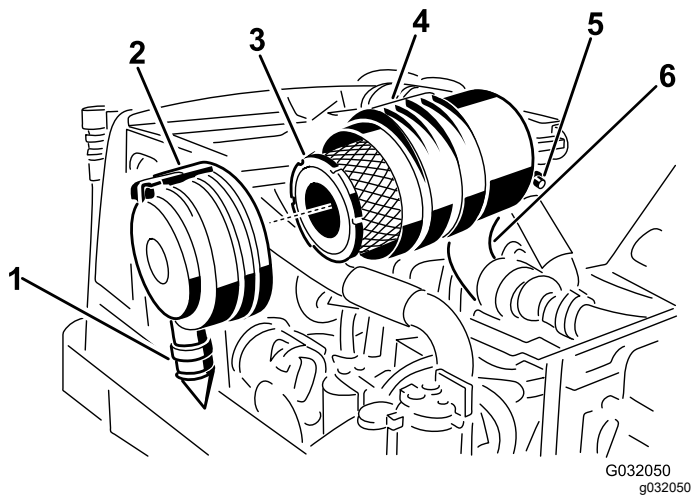

Figura 46
2. Retire el filtro primario (Figura 46).
las posiciones de las 5 y las 7, visto desde el extremo – y fije el cierre (Figura 46).
3. Cambie el filtro primario (Figura 46).